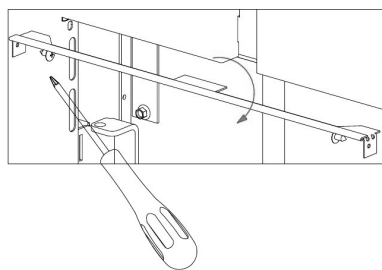

Fig. 53 - Usuwanie profili
- Odkręcić 4 śruby i usunąć czarne profile znajdujące się nad i pod drzwiami (patrz **Fig. 53**).